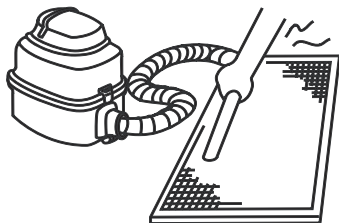

Рис. 15.2
- а. Во время чистки пылесосом приточная сторона фильтра должна быть направлена вверх (см. рис. 15.2).